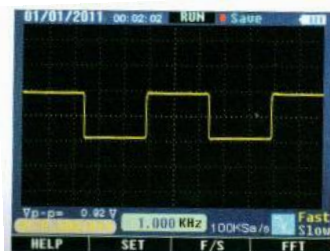

Рис. 2-10-2
- После запуска в верхнем правом углу отображается степень зарядки аккумуляторной ион-литиевой батареи (рис. 2-10-2).